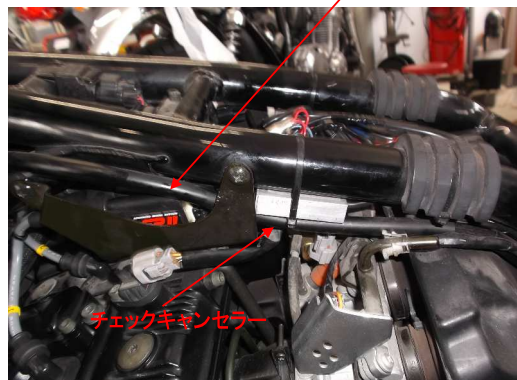

図1
- 6、シリンダ No. に合わせコードマーカを取付ける。(図1参照)